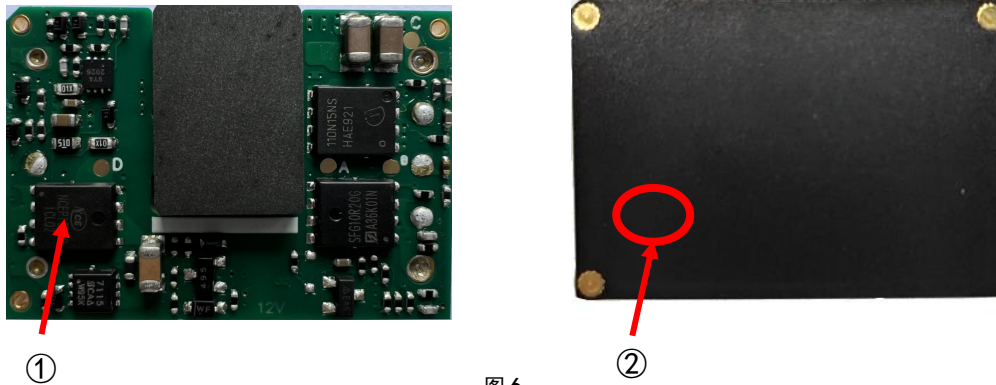

图 6
热元件安装在产品的顶面上, 通过传导、对流和辐射的方式将热量散发到周围环境中, 应提供足够的散热条件以确保产品可靠运行。通过测量图 6 中热测试点①、热测试点②的温度可以验证散热条件是否满足。